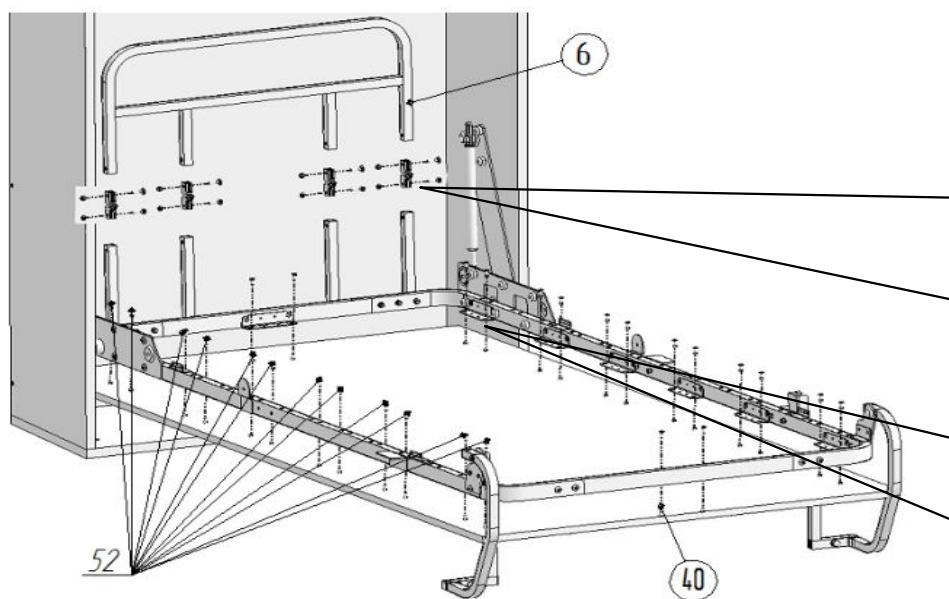

Рис.9.1
11. Установить шарниры поз. 11 в бортик поз.6 и стойки бортика поз.9 (рис.9.1 и 9.2). Закрепить, используя Винт М6х25 поз.16, гайку М6 со стопорным кольцом поз.23. Присоединить стойки бортика поз.9 к стойкам со вкладышем поз.9А в соответствии с рисунком 9.2, используя Винт М6х25 поз.16, гайку М6 со стопорным кольцом поз.23.
Окончательно закрепить декоративные щиты на раме, используя саморезы $\varnothing 4 \times 16$ поз.52 (рис.9.1).